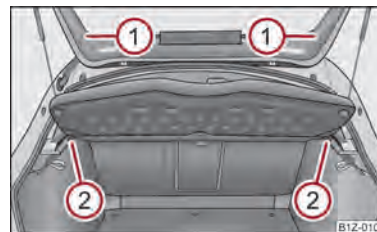

Fig. 59 Desmontaje de la cubierta del maletero
- Desenganchar las cintas de sujeción ① → fig. 59.
- Extraiga la cubierta de la fijación ② horizontalmente hacia atrás.
- Para volver a efectuar el montaje, introducir primero la cubierta del maletero en la fijación ② y, a continuación, enganchar las cintas de sujeción ① en la tapa de maletero.